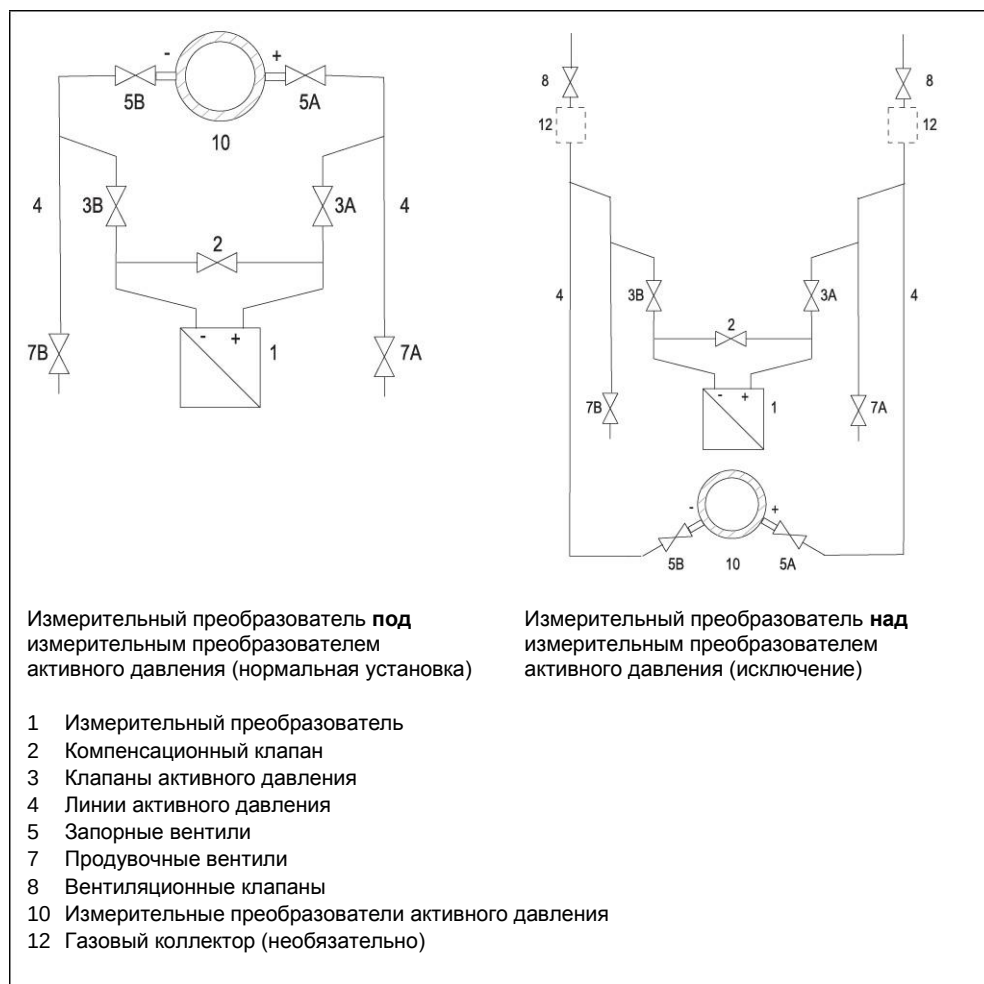

Рис. 35. Измерение жидкостей
1. Откройте оба запорных вентилей (см. 5 на рис. 35) в точках забора давления.
2. Откройте компенсационный клапан (2).
3. При расположении измерительного преобразователя **под измерительным преобразователем активного давления** последовательно откройте оба продувочных вентилей (7). При расположении измерительного преобразователя **над измерительным преобразователем активного давления** приоткройте оба вентиляционных клапана (8), пока не начнет выходить безвоздушная жидкость.
4. Закройте оба продувочных вентилей (7) или вентиляционных клапана (8).
5. Приоткройте клапан линии активного давления (3A) и вентиляционный клапан на камере высокого давления измерительного преобразователя (1), пока не начнет выходить безвоздушная жидкость.
7. Приоткройте вентиляционный клапан на камере низкого давления измерительного преобразователя (1), пока не начнет выходить безвоздушная жидкость.
10. Закройте вентиляционный клапан на камере низкого давления измерительного преобразователя (1).